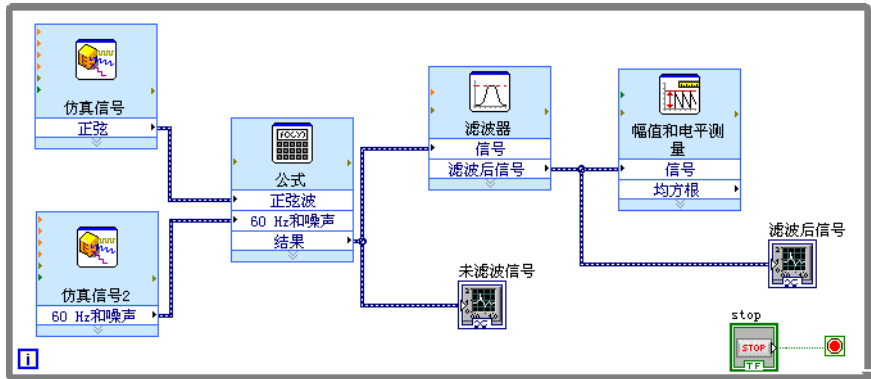

图 3-3 分析 VI 的程序框图
12. 选择**文件** » **保存**。此时，“分析” VI 的程序框图应如图 3-3 所示。